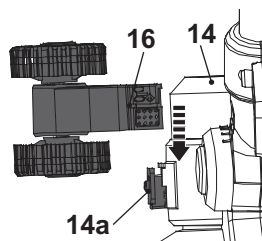

Fig. 2
4. Alinhe as ranhuras deslizantes da roda do cortador de bordos (16) com o suporte do cortador de bordos (14a) à frente do invólucro do motor (14) e deslize a roda do cortador de bordos (16) para dentro para a fixar. Assegure que ouve um clique ao encaixar (Fig. 2).